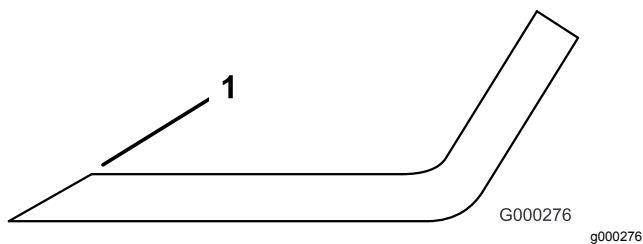

Figura 111
3. Inspeccione los filos de corte de todas las cuchillas, y afílelos si están romos o tienen mellas (Figura 111).
Nota: Afile únicamente la parte superior del filo y mantenga el ángulo de corte original para asegurar un filo correcto (Figura 111). La cuchilla permanecerá equilibrada si se retira la misma cantidad de metal de ambos bordes de corte.